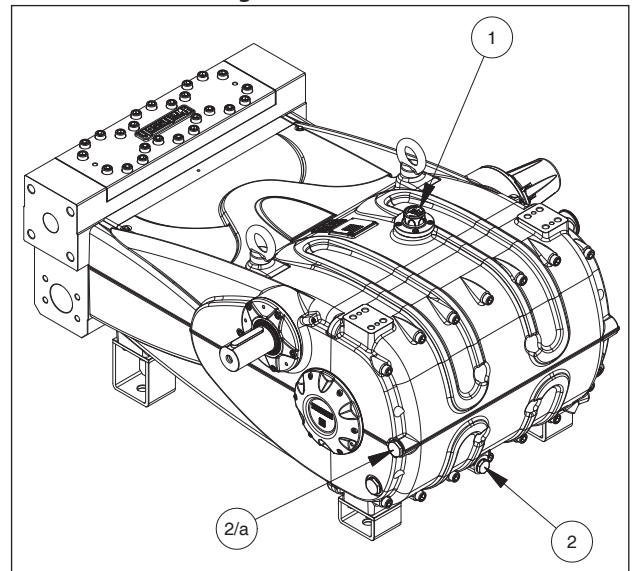

Abb. 4
Überprüfen Sie den Ölstand mithilfe des Ölmesstabs ①, Abb. 4.
Füllen Sie bei Bedarf über den Ölverschluss ①, Abb. 4 nach.
Die Ölstandsprüfung hat bei Pumpe auf Umgebungstemperatur zu erfolgen, für den Ölwechsel soll die Pumpe dagegen auf Betriebstemperatur sein. Entfernen Sie dazu den Verschluss Pos. ②, Abb. 4. (Den Verschluss Pos. 2/a verwenden – bei der vertikalen Ausführung.)